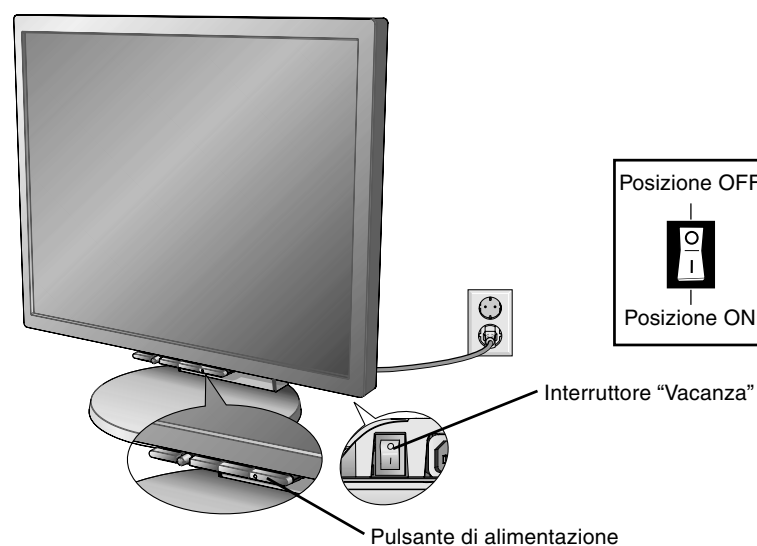

Figura E.1
8. Collegare il cavo di alimentazione alla presa di alimentazione (**figura E.1**).
9. L'interruttore “Vacanza” sul retro del monitor deve essere acceso (**figura E.1**). Accendere il monitor con il Pulsante di alimentazione, posto sulla parte anteriore, e il computer.